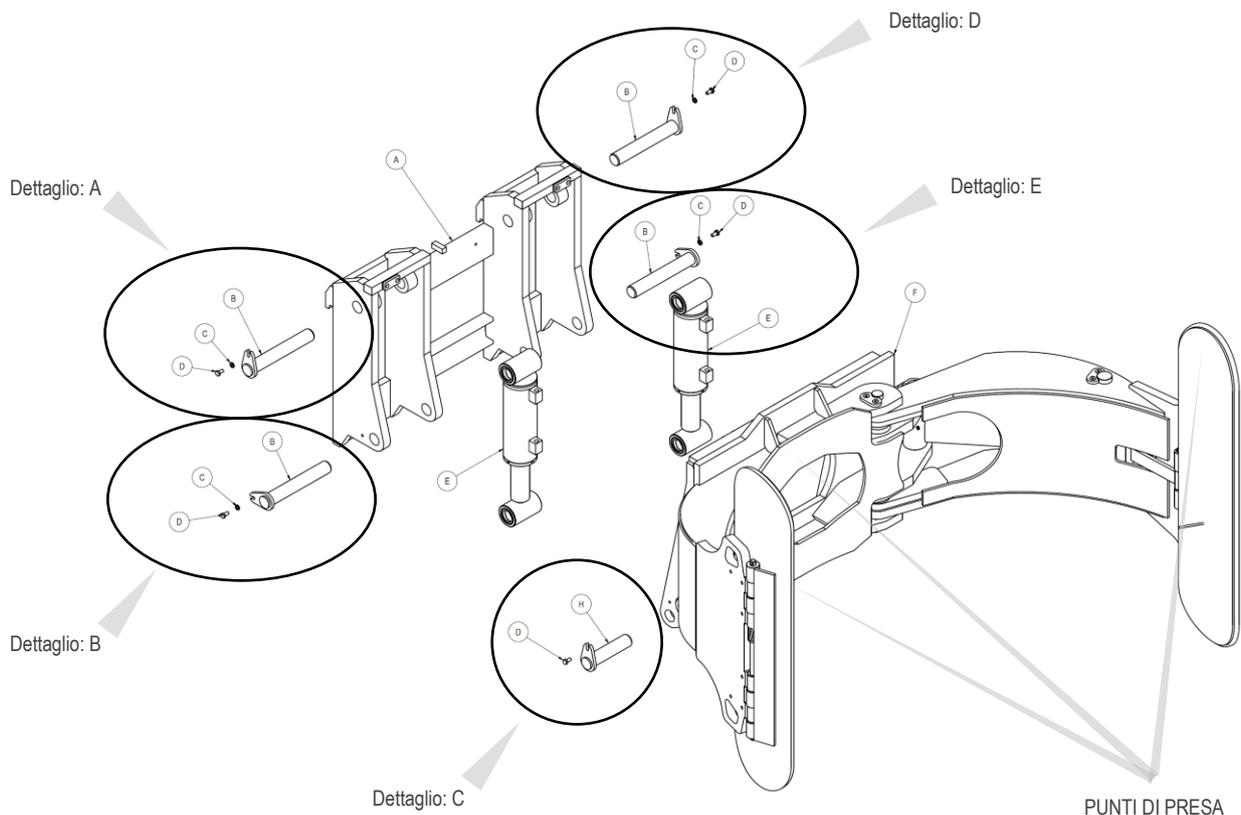

Figura 2
2. Rimuovere l'attrezzatura dal carrello tramite i punti di presa indicati in Figura 2;
3. Tenere in sicurezza l'attrezzatura mediante i punti di presa indicati in Figura 2;
6. Dopo aver estratto i perni come indicato al punto 5, con una fascia o cinghie di fissaggio, bloccare i cilindri (riferimento E Figura 2) alla struttura anteriore.